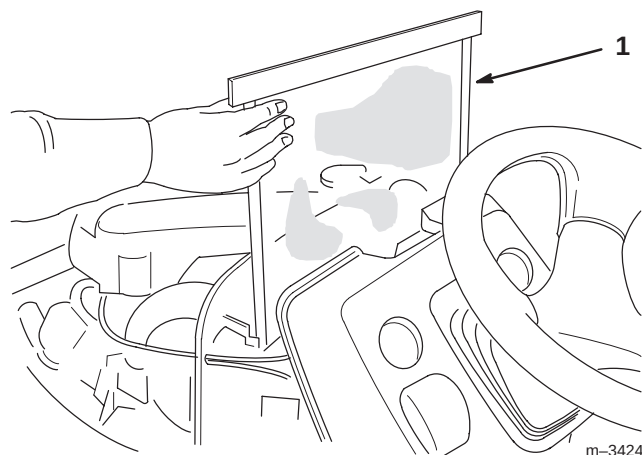

Figure 10
3. L'écran du radiateur (Fig. 10) se trouve entre le radiateur et le tableau de bord. Pour le déposer, sortez-le de la fente de retenue. Essuyez ou lavez les débris accumulés à la surface de l'écran avant de le reposer.